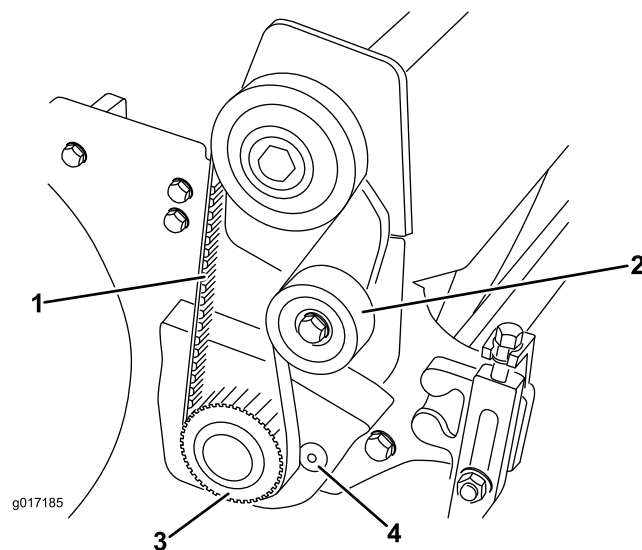

Figura 8
17. Desaperte a polia intermédia para aliviar a tensão da correia e retire a correia da alavanca do cilindro das polias (Figura 8).
18. Utilizando um roquete de 1/2 pol. e uma extensão, retire a polia da transmissão do veio do cilindro (Figura 8). Fixe o cilindro para não rodar com um bloco de madeira.
19. Retire os dois parafusos da máquina com cabeça chata e as porcas que fixam a cobertura do braço do aparador à caixa de rolamentos e à placa lateral (Figura 8). Retire a cobertura do braço do aparador e guarde o parafuso.